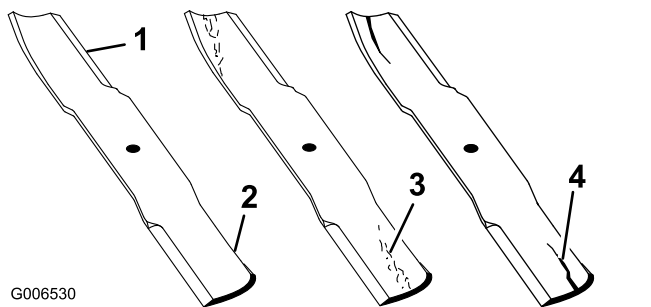

Рисунок 144
2. Осторожно осмотрите режущие кромки ножей (особенно в точке соединения плоской и изогнутой частей ножа), как показано на Рисунок 144.
Примечание: Проверяйте ножи перед эксплуатацией газонокосилки, так как песок и абразивный материал могут стачивать металл между плоской и изогнутой частями ножа. При обнаружении износа замените нож (Рисунок 144).